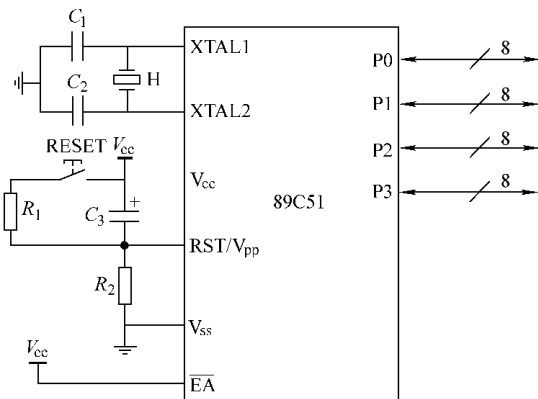

图 4-3 89C51 最小应用系统
(2) 89C51 最小应用系统。89C51 片内有 4K 字节 Flash ROM, 构成最小应用系统时, 只要将单片机接上时钟电路所需的晶体及复位电路即可, 如图 4-3 所示。应该注意: 由于不需要外扩程序存储器, $\overline{EA}$ 接高电平; P0、P1、P2、P3 均可作 I/O 口使用。目前, 这种系统应用十分普遍。